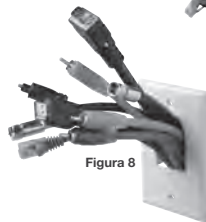
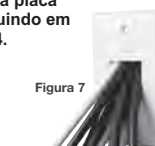
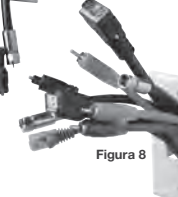

Figura 8
Figura 7
Figura 8
3. Coloque la placa de pared en la posición deseada (ya sea los cables que van para abajo o para arriba) sobre la caja de conexión y ajuste los tornillos con firmeza en su lugar. (See Figura 7 and Figura 8)
3. Colocar a placa mural na posição pretendida (com os cabos direccionados para cima ou para baixo) sobre o quadro eléctrico J e apertar os parafusos com firmeza na posição respectiva. (See Figura 7 and Figura 8)